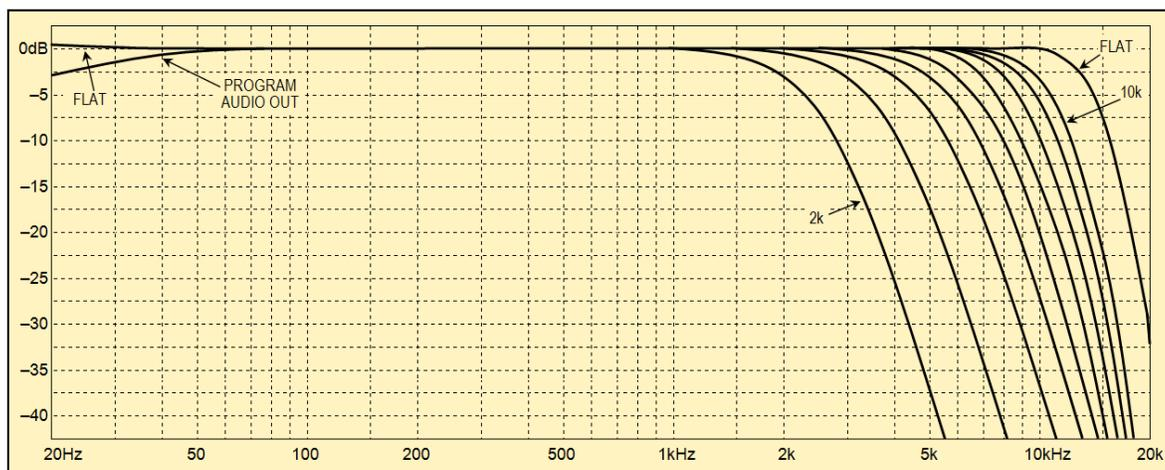

Figura 2 - Respuesta de medición "del aire" del modelo 525N (FLAT) y Opciones de Corte de Programa de Audio
Respuesta "FLAT" seleccionable por el usuario, o restringida en pasos programables de 1kHz entre 10kHz y 2kHz. (Vea Figura 2)
- La Figura 2 ilustra el efecto del filtro de corte de audio programable en el menú en las salidas de audio y auriculares del programa del Modelo 525N. Este filtro *no afecta* las mediciones de modulación, que siempre siguen la respuesta FLAT, independientemente del corte de audio seleccionado.
- La Figura 2, arriba, no refleja la característica de De-énfasis NRSC "truncada" de 75 μs graficada a continuación en la Figura 3. El De-énfasis es una opción de menú que normalmente se emplea para compensar el pre-énfasis de transmisión complementaria exigida por la Especificación NRSC de 1985.